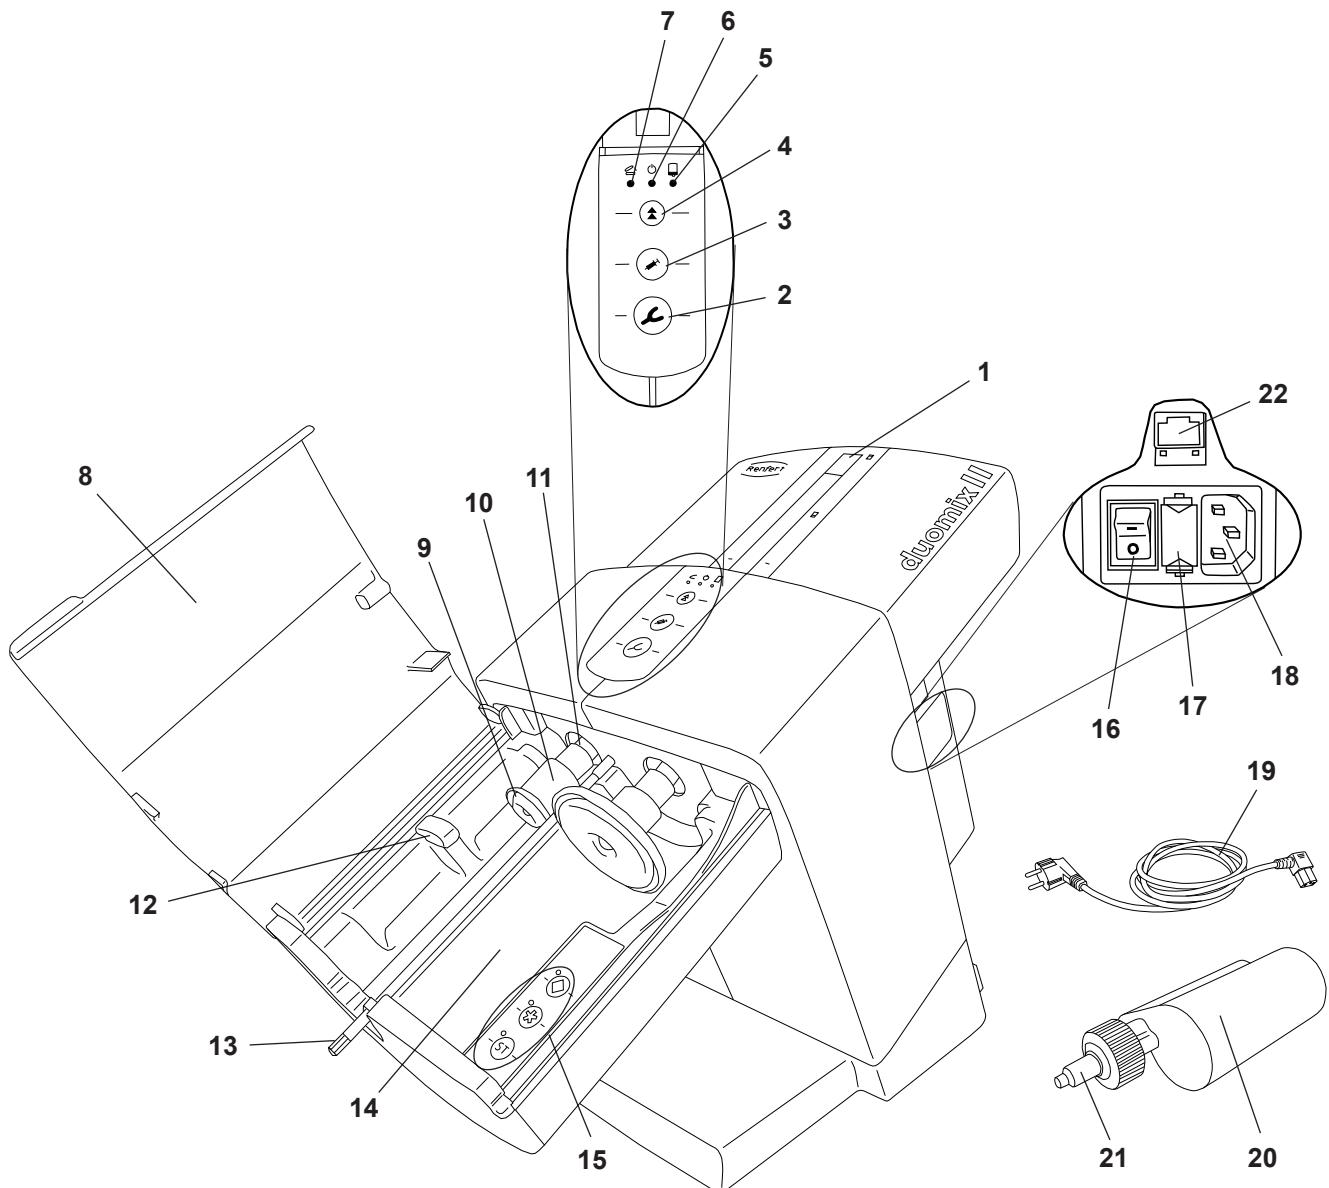

Fig. 1
- ⇒ Inserire il cordone di rete (19, Fig. 1) incluso nella confezione nella presa per l'allacciamento di rete.
- ⇒ Accendere l'apparecchio premendo il pulsante di rete (16).
- ⇒ Chiudere il coperchio dell'apparecchio (8, Fig. 1).
- ⇒ Premere il tasto di ritorno (4).
- ♦ Gli stantuffi (9, Fig. 1) tornano indietro nella posizione iniziale e si arrestano in questa posizione.
- ⇒ Rimuovere il dispositivo di sicurezza per il trasporto (23).
È possibile inserire e sostituire una cartuccia, solo quando i due stantuffi (9, Fig. 1) si trovano nella posizione di partenza.
⇒ Chiudere il coperchio dell'apparecchio (8, Fig. 1).
⇒ Aprire il coperchio dell'apparecchio (8, Fig. 1).
Il coperchio dell'apparecchio può essere chiuso solamente se la cartuccia è inserita in modo corretto. Finché il coperchio dell'apparecchio non è chiuso in modo corretto, la spia LED a luce rossa "coperchio dell'apparecchio" (7, Fig. 1) rimane accesa.
◆ L'asta esagonale (13, Fig. 1) comincia a ruotare e si inserisce automaticamente nel puntale miscelatore (21, Fig. 1) prima di fermarsi nuovamente.